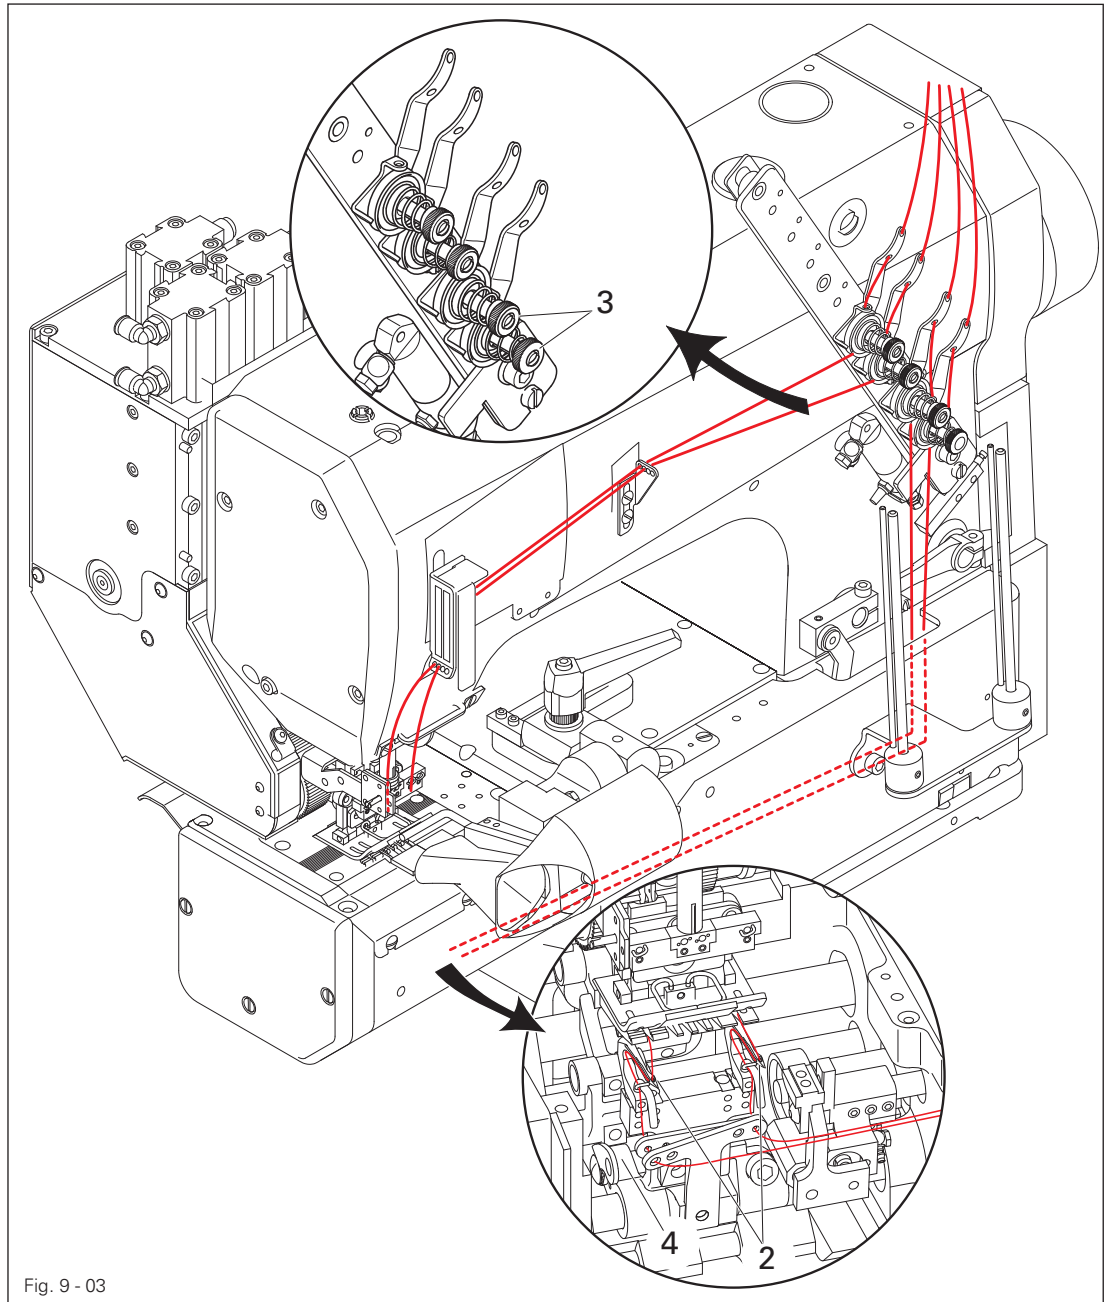

Fig. 9 - 03
- Bandrolle 1 gemäß Fig. 9 - 04 auf den Bandrollenhalter 2 auflegen.